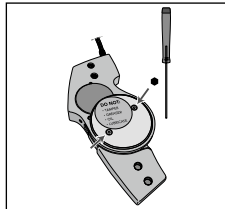

Fig. 4
2. Utilisez la clé Allen fournie pour dévisser les deux vis de la plaque de couverture médiale (en acier inoxydable) et pour l'enlever (Voir Fig. 4).